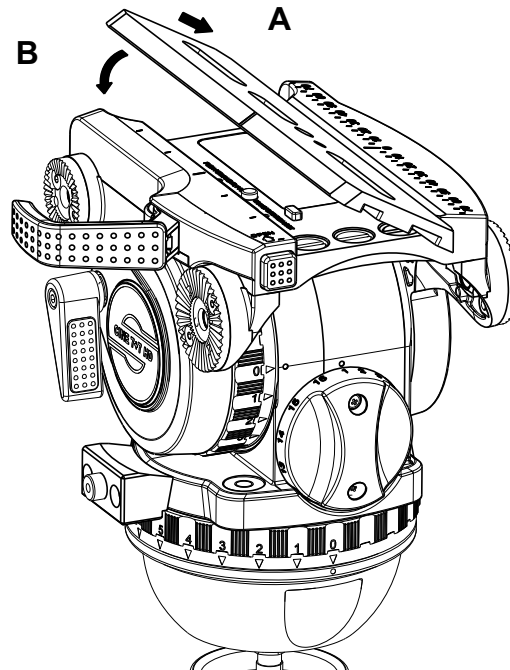

Abb. 5
- > Setzen Sie die Kameraplatte schräg in die Schwalbenschwanzführung am Fluidkopf ein (Abb. 5, Pfeil A).